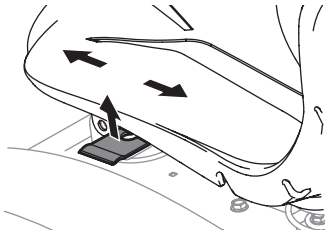

Figura 10
3. Suelte la palanca de ajuste. Asegúrese de que el asiento esté fijo en su posición antes de operar el tractor (Figura 10).